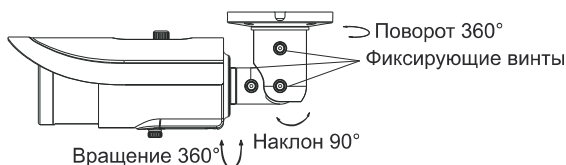

Рис. 5.4. Регулировка направления обзора
5. Отрегулируйте кронштейн. Прежде чем приступать к регулировке кронштейна, выведите изображение от видеокамеры на монитор. После этого ослабьте фиксирующие винты, чтобы оптимальным образом подстроить поле зрения видеокамеры, как показано на Рис. 5.4.